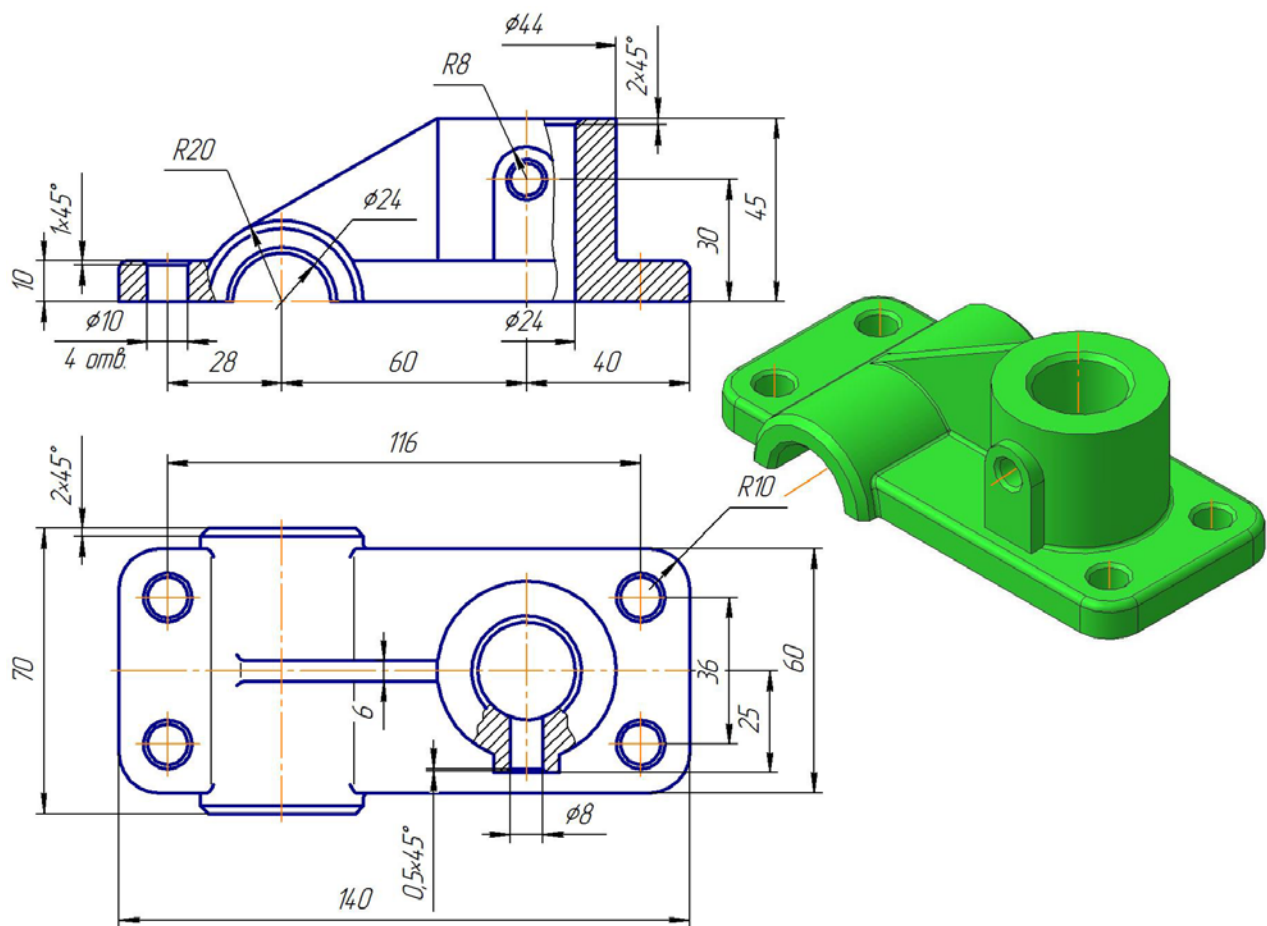

Рис. 4.14. Чертеж и модель детали «Корпус»
- ✓ Проанализировать составляющие части поверхности детали «Корпус» (рис. 4.14).
- ✓ Создать трехмерную модель детали «Корпус» (рис. 4.14), руководствуясь рисунками 4.15 – 4.20.